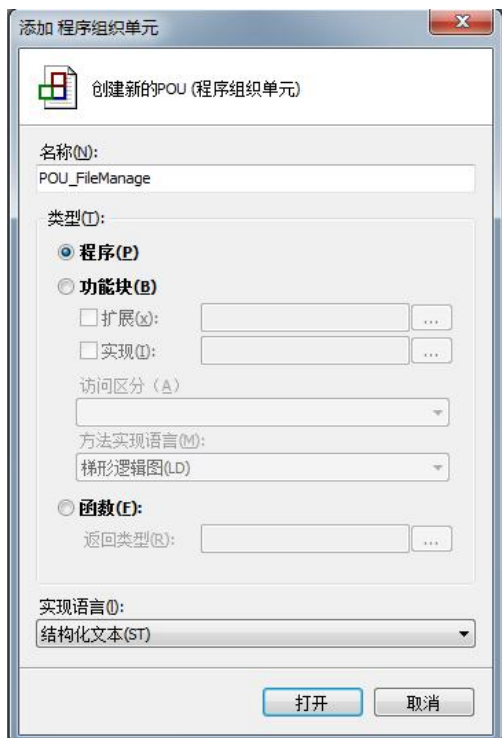

图4.4 添加POU
- 2) 右击左侧设备栏“Application”，选择“添加对象”-“程序组织单元”，命名为POU_FileManage，选择类型为程序，实现语言为结构化文件，点击打开即可，如图4.4所示。